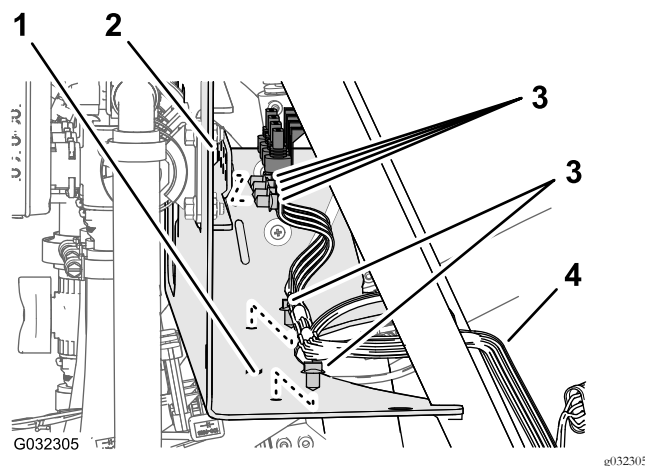

Figura 23
3. Rimuovete i dispositivi di fissaggio a spinta che fissano il cablaggio preassemblato posteriore ai fori sul lato anteriore e alla piastra inferiore del supporto del collettore (Figura 23).